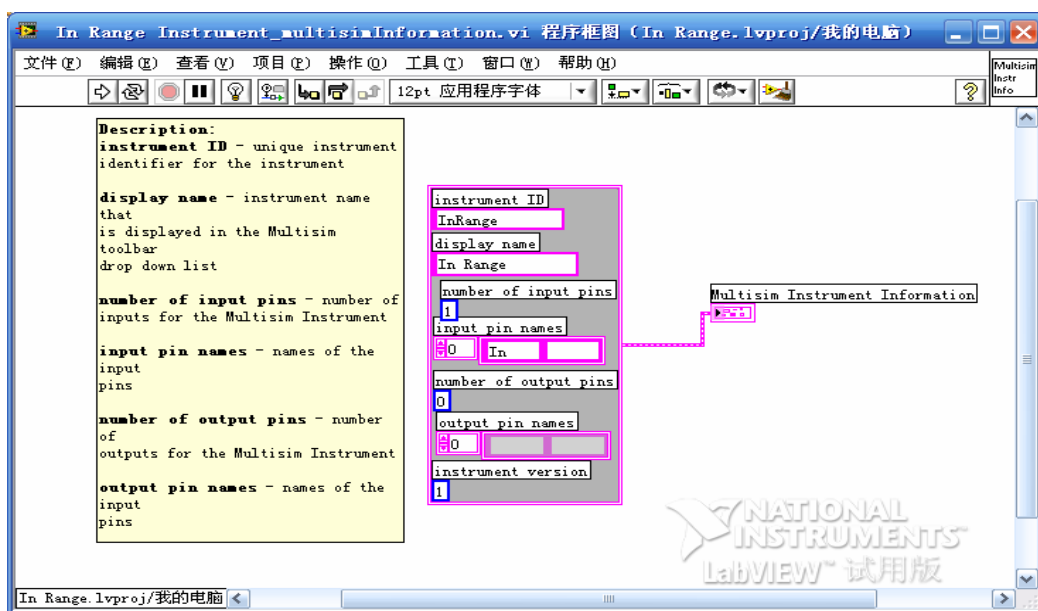

图 6-37 设置之后程序框图
- Input pin names 文本框下, 粉红色的框内填写引脚名称, 这个引脚名称将被用于 SPICE 网表或网表报告中。如图 6-37 所示的程序框图是设置之后程序框图。